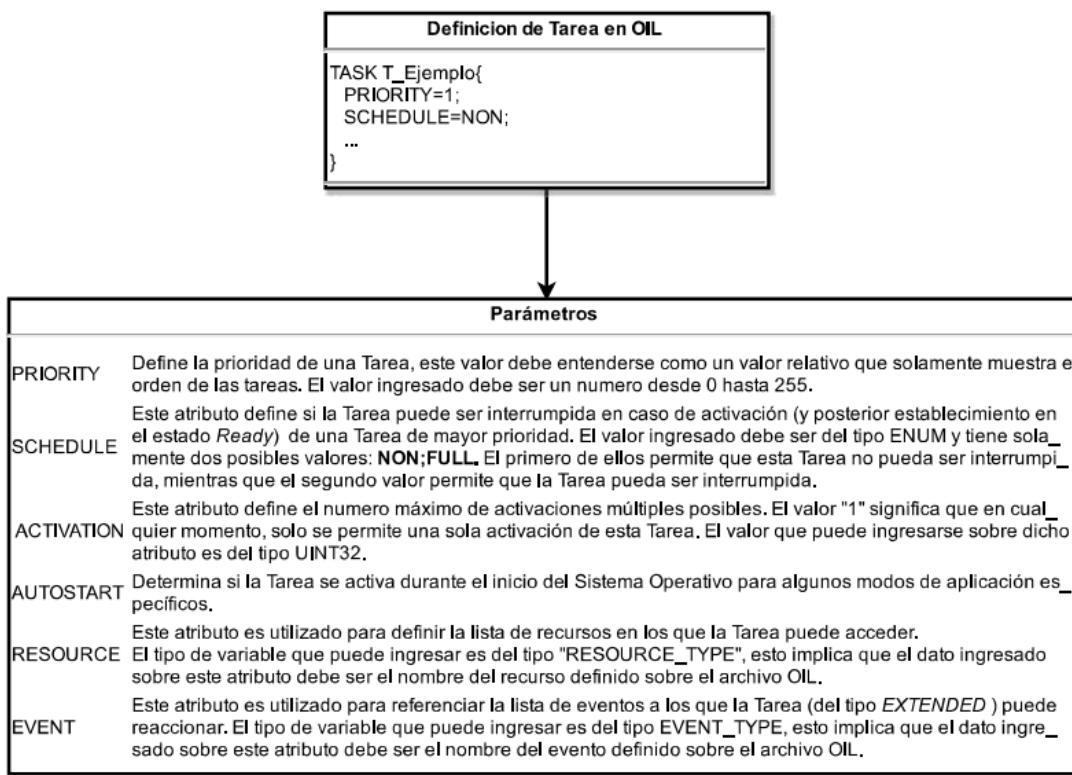

Figura 48: Definición de Tarea sobre archivo de configuración
- **Paso 5:** A continuación se define una Tarea que efectua la configuración inicial de la placa, y de los puertos GPIO utilizados para el Display 7 Segmentos. La instrucción que permite la definición de una Tarea sobre el archivo de configuracion *OIL* es *TASK*, la Figura 48 ilustra el proceso llevado a cabo para dicho proceso.
- **Paso 6:** La tarea que se desea definir en primer lugar, necesita activarse en el momento de inicio del programa. Teniendo en cuenta los atributos explicados sobre la figura 48 ,se determina que *AUTOSTART* adquiera el valor *TRUE*. Dado que no se prevee que dicha Tarea vuelva a ejecutarse durante el desarrollo del programa, se asigna una prioridad baja y su tipo designado es *BASIC*. La Figura 49 ilustra la definición de dicha Tarea.